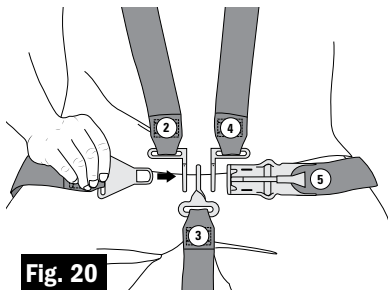

Fig. 20
2. Passer la sangle de l'épaule droite sur l'épaule, puis insérer la fente du lien de l'épaule droite dans le lien de la ceinture sous-abdominale (fig. 20).
3. Placer la sangle du milieu vers le haut entre les jambes, puis insérer le lien de la sangle du milieu dans le lien de la ceinture sous-abdominale qui se trouve à côté du lien de la sangle de l'épaule droite (fig. 20).
4. Placer la sangle de l'épaule gauche sur l'épaule, puis insérer la fente du lien de l'épaule dans le lien de la ceinture sous-abdominale qui se trouve à côté du lien de la sangle du milieu (fig. 20).
5. Insérer le lien de la ceinture sous-abdominale dans le levier situé sur la ceinture sous-abdominale du côté opposé (fig. 20).